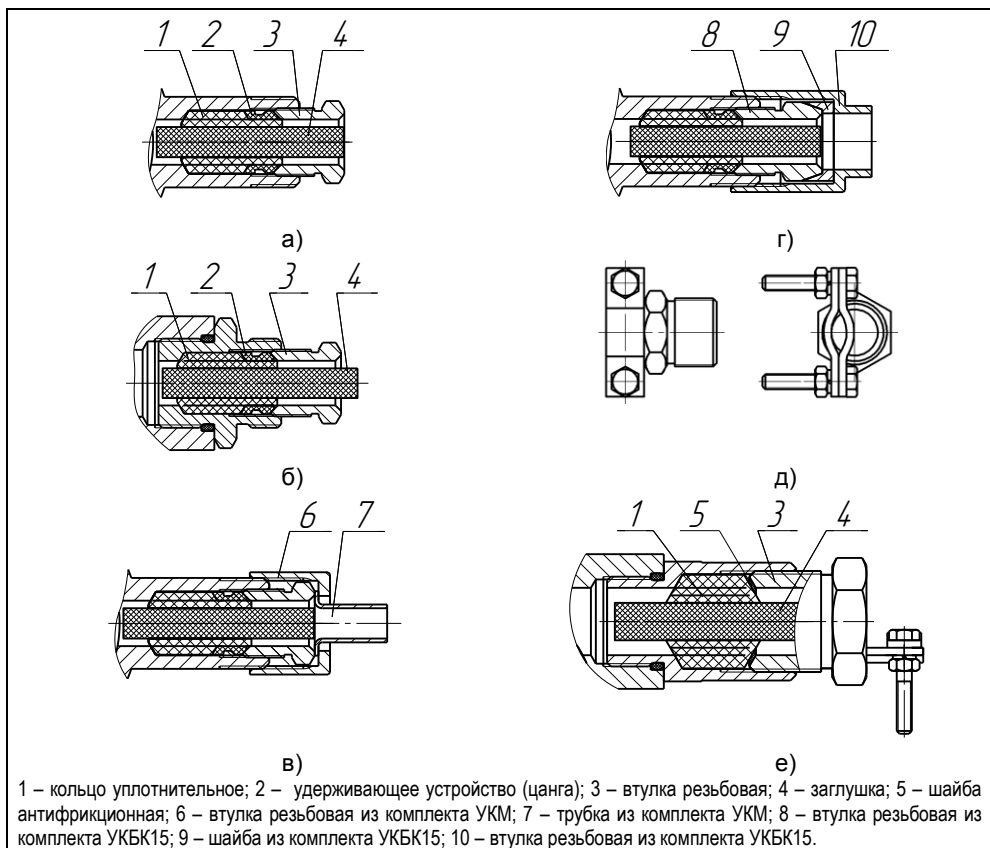

Рисунок 3 – Элементы кабельных вводов:
1.4.3 Корпуса изготавливаются с кабельными вводами **D12** и **D18** (см. рисунок 3).
Комплекты **УКМ10**, **УКМ12** (устройство крепления металлорукава) состоят из втулки резьбовой 6 и трубки 7 (рисунок 3,в). Комплекты предназначены для крепления металлорукава с внутренним диаметром 10 мм (**УКМ10**) или 12 мм (**УКМ12**).
Комплект **УБК15** (устройство крепления бронированного кабеля) состоит из втулки резьбовой 8, устанавливаемой взамен втулки 3, шайбы 9 и втулки резьбовой 10 (рисунок 3,г). Фиксация брони кабеля осуществляется между втулкой 8 и шайбой 9 при наворачивании втулки резьбовой 10. Комплект предназначен для крепления бронированного кабеля с наружным диаметром до 15 мм.
Комплект **УК16** (устройство крепления) состоит из втулки резьбовой с хомутом (рисунок 3,д), устанавливаемой взамен втулки 3 и позволяет хомутом закреплять металлорукав или броню кабеля, а так же обеспечивать дополнительное крепление
Кабельный ввод D18 содержит (рисунок 3,е): кольцо уплотнительное 1, шайбу антифрикционную 5, втулку резьбовую 3, резиновую заглушку 4.